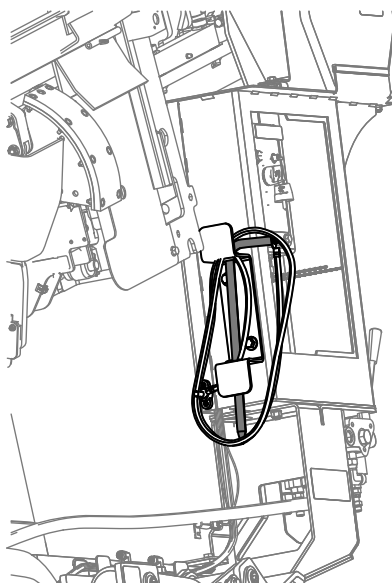

Figura 5
2. Introduza a haste no suporte e enrole o cabo negativo da bateria no mesmo, como mostrado na Figura 5.